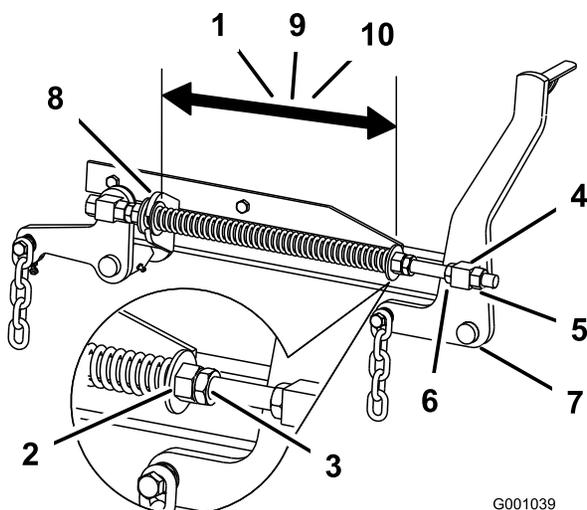

Figure 73
coupe de 60 pouces, ou de 29,2 cm (11,5") pour les tabliers de coupe de 72 pouces (Figure 73).
- Régalez cette distance en desserrant l'écrou de blocage du ressort et en tournant l'écrou devant chaque ressort (Figure 73). Tournez l'écrou dans le sens horaire pour raccourcir le ressort, et dans le sens inverse pour l'allonger.
- Bloquez l'écrou en position en serrant l'écrou de blocage du ressort (Figure 73).